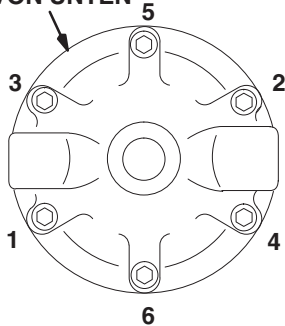

Abb. 5
5. Schottverschraubung (23) und Feder (40) vom Gehäuse des Reglers abnehmen.
6. Kugel (20), Ventilsitz (16) und Dichtung (15) entfernen. Siehe Abb. 5.
14. Die Gegenmutter (13) mit 28–47 Nm auf dem Schaftgehäuse (18) festziehen.
15. Den Ventilschaft (9), die Feder (3), die Dichtung (21) und die Sicherungsschraube (10) in das Stößelgehäuse (18) einbauen. Die Nase am Ventilstößel (9) muss dabei in den Schlitz der Schraube (10) passen.
16. Die Sicherungsschraube (10) mit 28–34 Nm (21–25 ft-lb) in das Gehäuse einschrauben.
17. Feder, Einstellschraube (12) und Kappe am Gehäuse (6) montieren. Die sechs Schrauben (1) in der in Abb. 5, **Ansicht von unten**, gezeigten Reihenfolge und mit dem angegebenen Drehmoment anziehen.
18. Die Dichtung (15), den Ventilsitz (16) und die Kugel (20) in das Gehäuse (6) einbauen.
19. Die Schottverschraubung (23) mit eingelegtem O-Ring (4) und Feder (40) in den Einlass schrauben. Mit 31-36 Nm (23-27 ft-lb) festziehen.